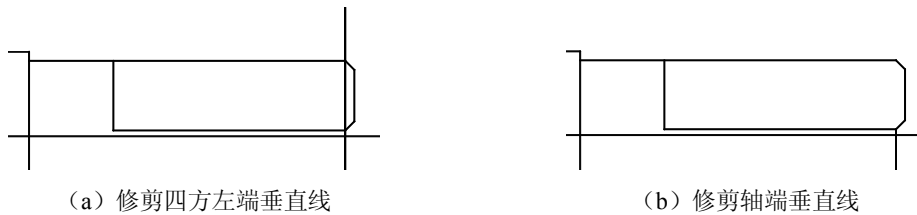

图 11-36 修剪线段
(3) 修剪多余线段。在半径为 0 的情况下使用圆角工具，删除定位线的水平多余线段，以定位线为参考，使用修剪工具，删除垂直轴端线。结果如图 11-36 所示。
## 20. 绘制图 11-36 中轴的下侧图形